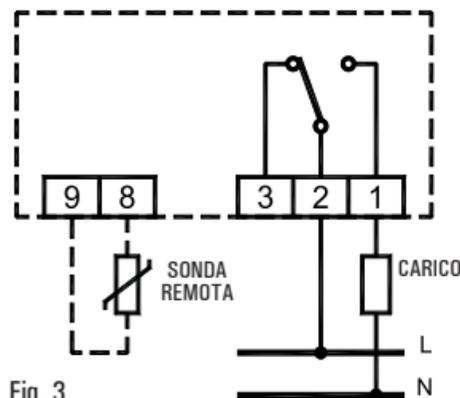

Fig. 3.
3. Eseguire i collegamenti elettrici seguendo lo schema di collegamento di Fig. 3.